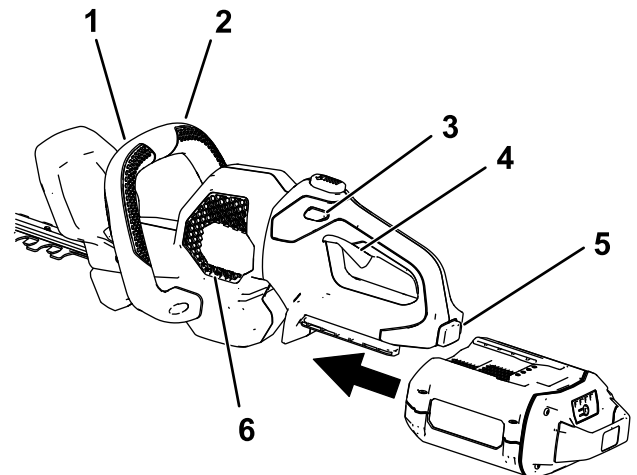

Bild 5
3. Fluchten Sie das Loch im Akkupack mit der Zunge im Holmgehäuse aus, fassen Sie den Holm an und drücken Sie das Akkupack in den Holm, bis der Riegel einrastet (Bild 5).
- Fassen Sie den Abzugsholm mit einer Hand an. Fassen Sie den vorderen Griff mit der anderen Hand an (Bild 5).
- Drücken Sie den Sperrschalter und drücken Sie dann den Auslöser und aktivieren Sie gleichzeitig den Sicherheitsschalter, um die Heckenschere einzuschalten (Bild 5).
Solange der Sicherheitsschalter aktiviert ist und Sie den Auslöser drücken, bleibt die Heckenschere eingeschaltet. Sie können den Sperrschalter loslassen, wenn die Heckenschere läuft (Bild 5).
Lassen Sie den Abzug oder den Hilfsholmschalter oder beide los, um die Heckenschere abzustellen (Bild 5). Warten Sie fünf Minuten, bis sich das Schnittmesser nicht mehr bewegt.